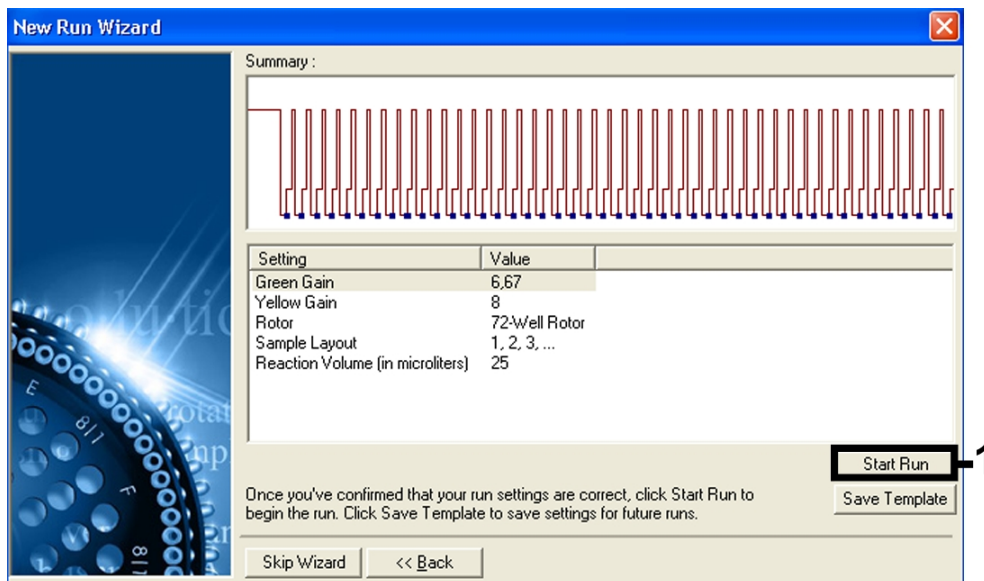

Figura 7. Avvio del processo.
Avvio del processo	Figura 7
12. I valori del gain determinati con la calibrazione dei canali sono salvati automaticamente e sono elencati nell'ultima finestra del menu della procedura di programmazione (Figura 7). Cliccare su **Start Run** (Avvio processo).